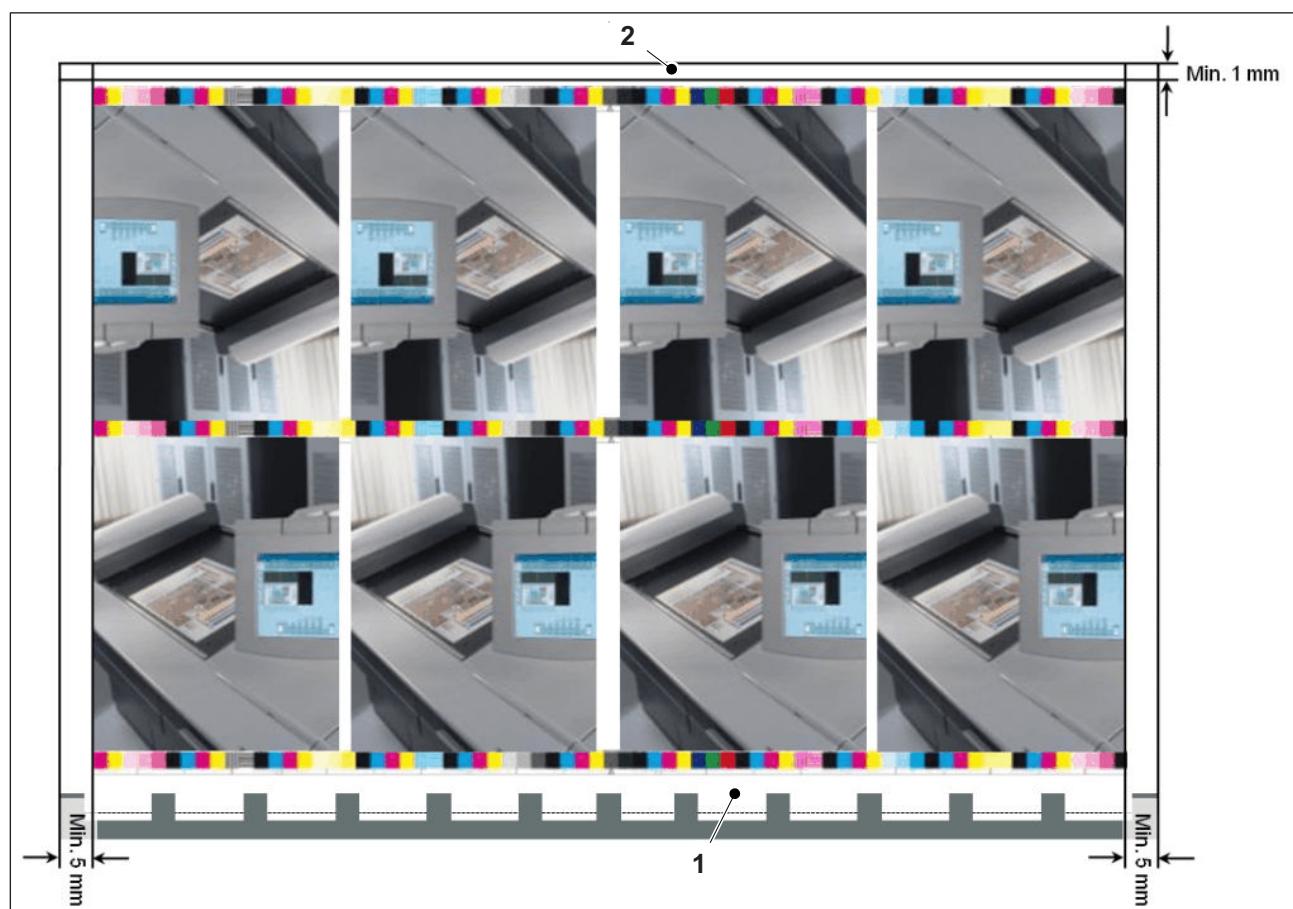

Abb. 34 Montage Prinect Image Control
- Sie können den Druckkontrollstreifen an jeder beliebigen Position zwischen Greiferrand (Abb. 34/1) und Bogenhinterkante (Abb. 34/2) montieren.